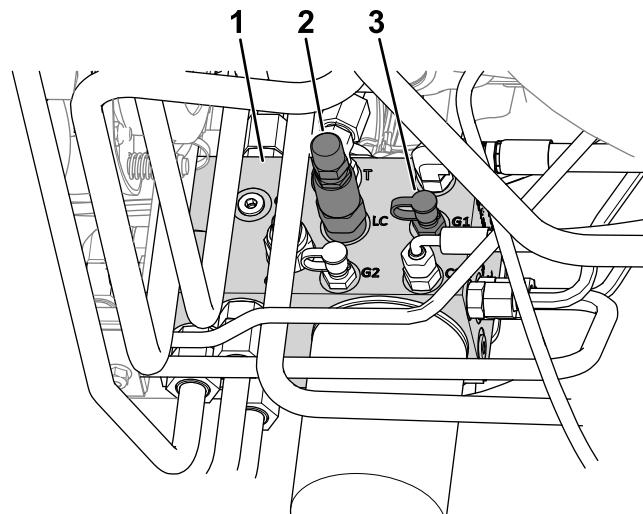

Figura 21
4. Conecte un manómetro al punto de prueba (marcado G1; consulte Figura 21).
5. En el lateral del distribuidor de elevación, retire el tapón del punto de prueba (marcado G1; consulte Figura 21).
6. Afloje la contratuerca del extremo de la válvula de transferencia de peso (marcado LC; consulte Figura 21).